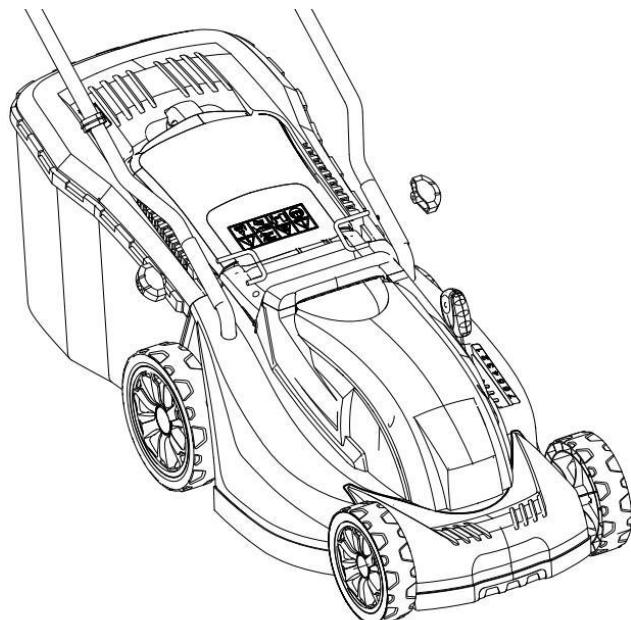

Рис. 1
- a. Совместите крепежные отверстия нижней рукоятки (6) с отверстиями на упорах.(13).
- b. Зафиксируйте соединение крепежными комплектами (7) (Рис. 1).